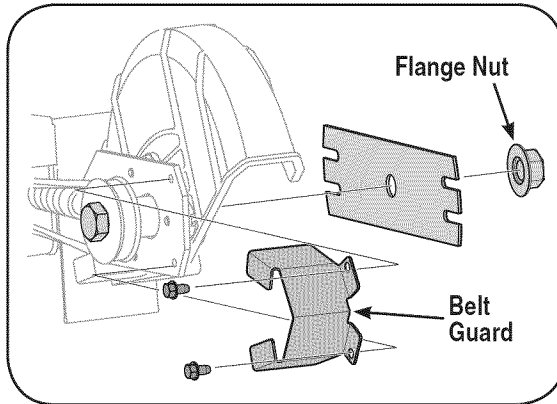

Figura 11
4. Use dos llaves (una para evitar que la cabeza del perno hexagonal gire y la otra para retirar la tuerca con reborde) para sacar la cuchilla de la bordeadora. Consulte la Figura 11.